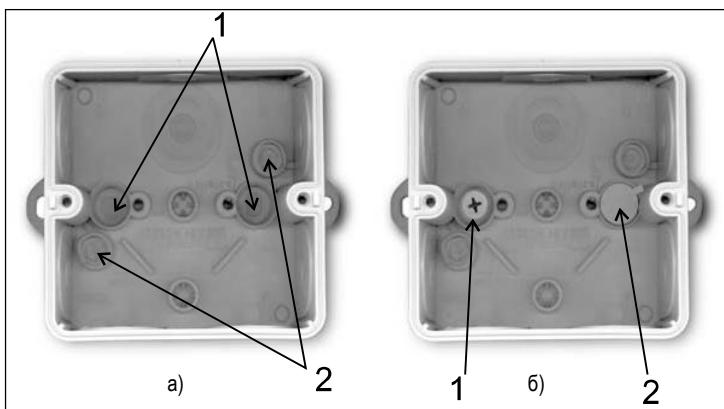

Рис. 73. Монтаж корпуса.
- Крепление осуществлять через специальные отверстия (см. рис. 73а), которые потом закрываются резиновыми заглушками, приклеенными ко дну корпуса (их следует оторвать и вставить в специальные чаши, внутри которых находятся крепежные отверстия корпуса). Это обеспечит максимальную защиту устройства от пыли и влаги.